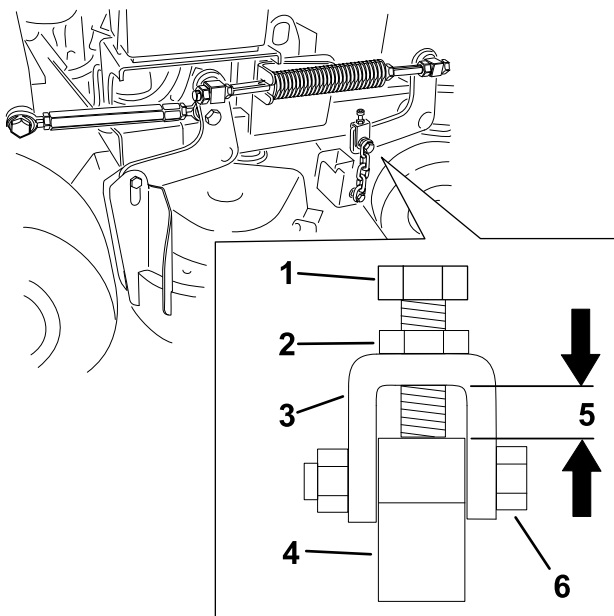

Figura 79
Nota: Esta distância tem de ser de 11 mm, como se mostra na Figura 79.
6. Se for necessário ajustar, desaperte o parafuso da corrente superior (Figura 79).
7. Desaperte a porca de bloqueio e ajuste o parafuso de ajuste para conseguir a distância correta mostrada na Figura 79.